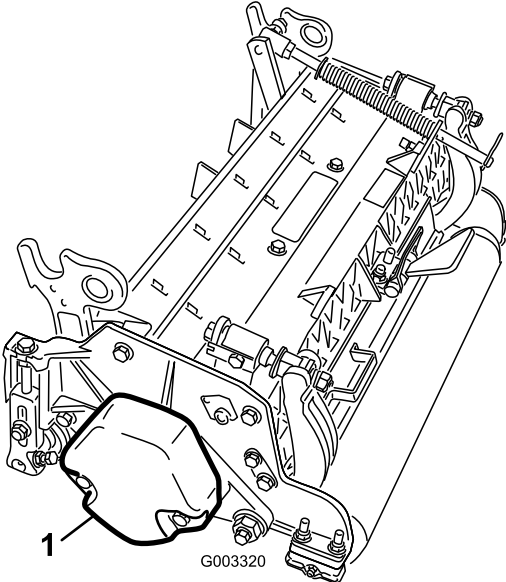

Figura 3
4. Asegúrese de que el contrapeso (Figura 3) está instalado en el extremo correcto de la unidad de corte, según lo indicado en las *Instrucciones de instalación* de los contrapesos.